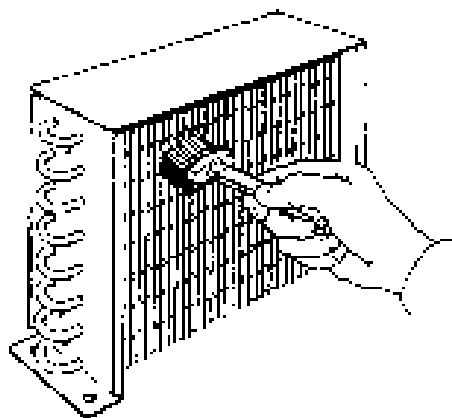

Рисунок 7
- Направляющие раздвижных стекол смазывать силиконовым маслом или распылять силикон, предназначенный для поверхностей из поливинилхлорида (рисунок 7)